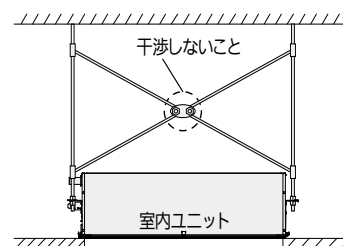

図 13
- 7-5. 吊ボルトに耐震用の筋交いを取り付ける場合、筋交いは互いに干渉させないように交差部を金具固定してください。（図 13）（干渉により騒音の原因となります）